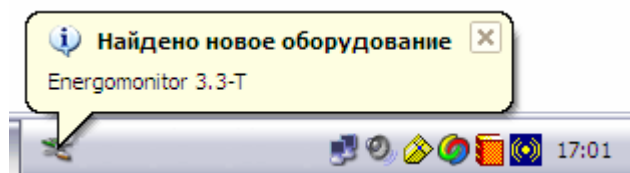
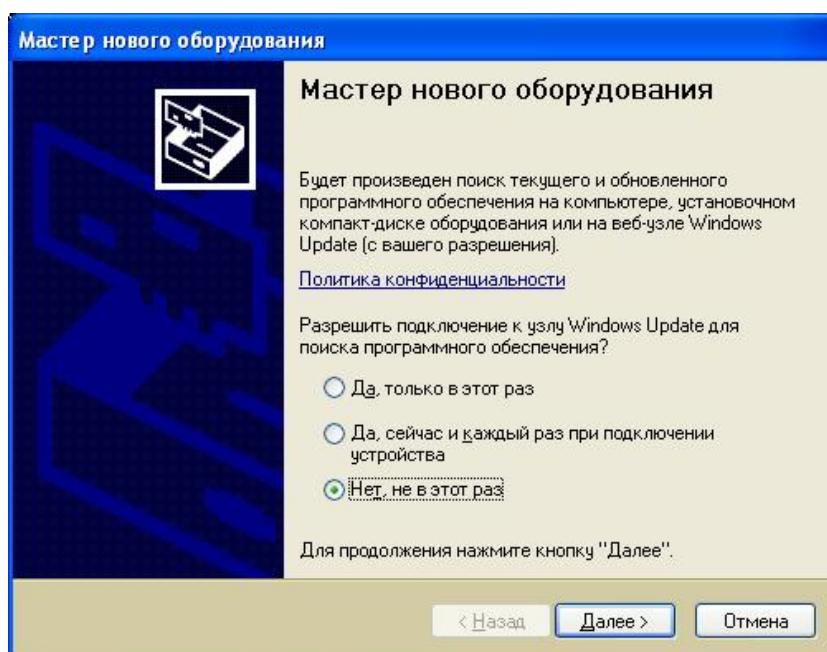

Рис. 1
Рис. 2
1. Включить Прибор ЭМ-3.3Т (ЭМ-3.3Т1) и подключить его к компьютеру по интерфейсу USB. В области уведомлений появится сообщение о найденном оборудовании (рис. 1), после чего откроется окно «Мастер нового оборудования» (рис. 2) для его установки.